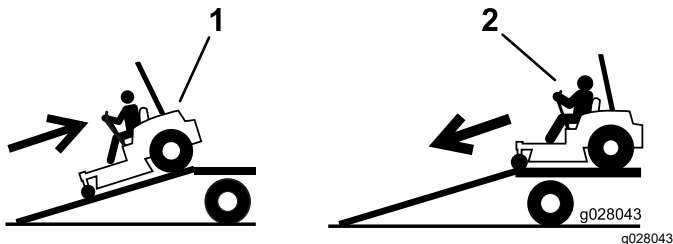

Bild 34
4. Fahren Sie die Maschine rückwärts die Rampe hoch (Bild 34).
2. Fahren Sie die Maschine vorwärts von der Rampe herunter (Bild 34).